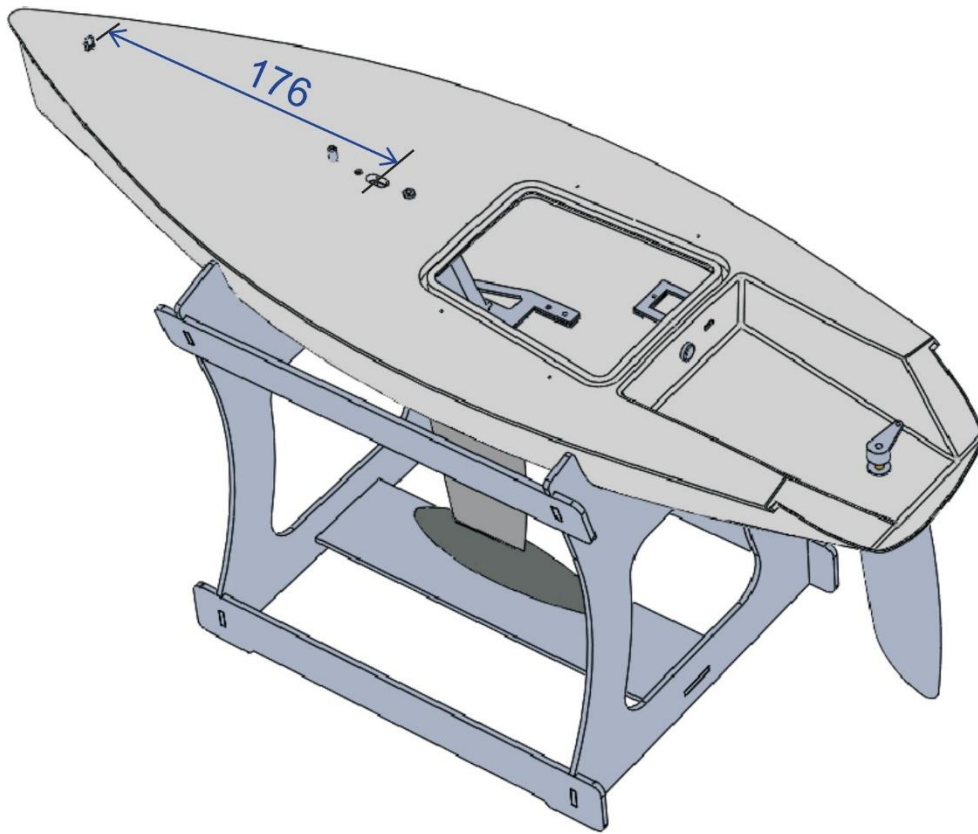

Figure 3 : Fixation de la fixation de la bôme de foc sur les coques 2014.v2
- Sur certains ponts du 2014.V2, il n'y a pas ou mal de marquage pour la position de la fixation de la flèche. Il doit être à 176 mm du milieu de la position du mât, mesuré dans le sens de la longueur du bateau. Voir la figure 3.